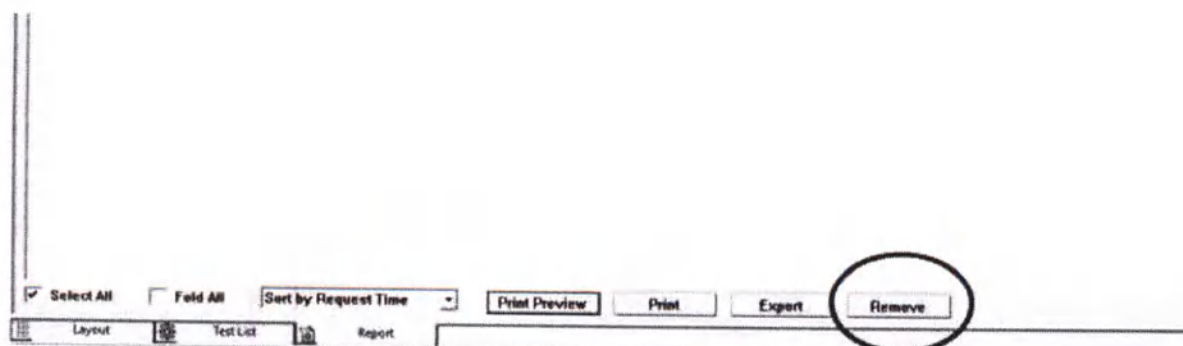

Рисунок 59. Расположение кнопки для удаления результатов.
- 17) Для удаления результатов, выборочно или все сразу (кнопка «Select All»), нажмите кнопку «Remove» (Удалить) (Рисунок 59).